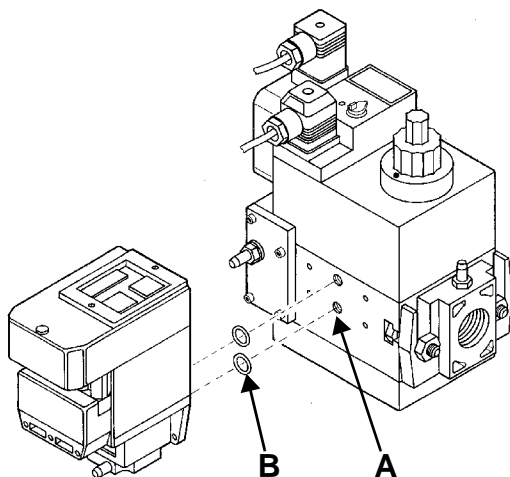

Рис. 50
- 3). снять крепежные винты группы Multibloc (Рис. 50-А)
- 4). вставить уплотнительные кольца (10,5x2,25) в VPS 504 (Рис. 51-В, Рис. 50-В)
- 5). закрутить 4 винта блока контроля герметичности (M4x16) Рис. 50-С.